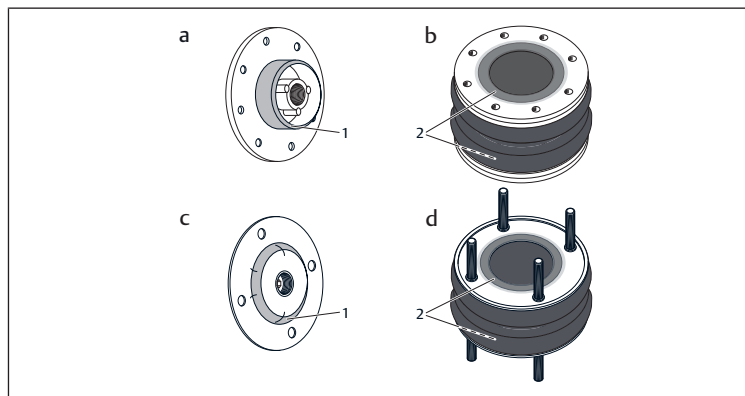

Abb. 2: Benetzungsbereich Deckel (1) | Benetzungsbereich Balg (2)
1. Benetzen Sie vor der Montage die Öffnungen des Balgzylinders und den Fassungsbereich der Deckel mit Seifenwasser (siehe Abb. 2).